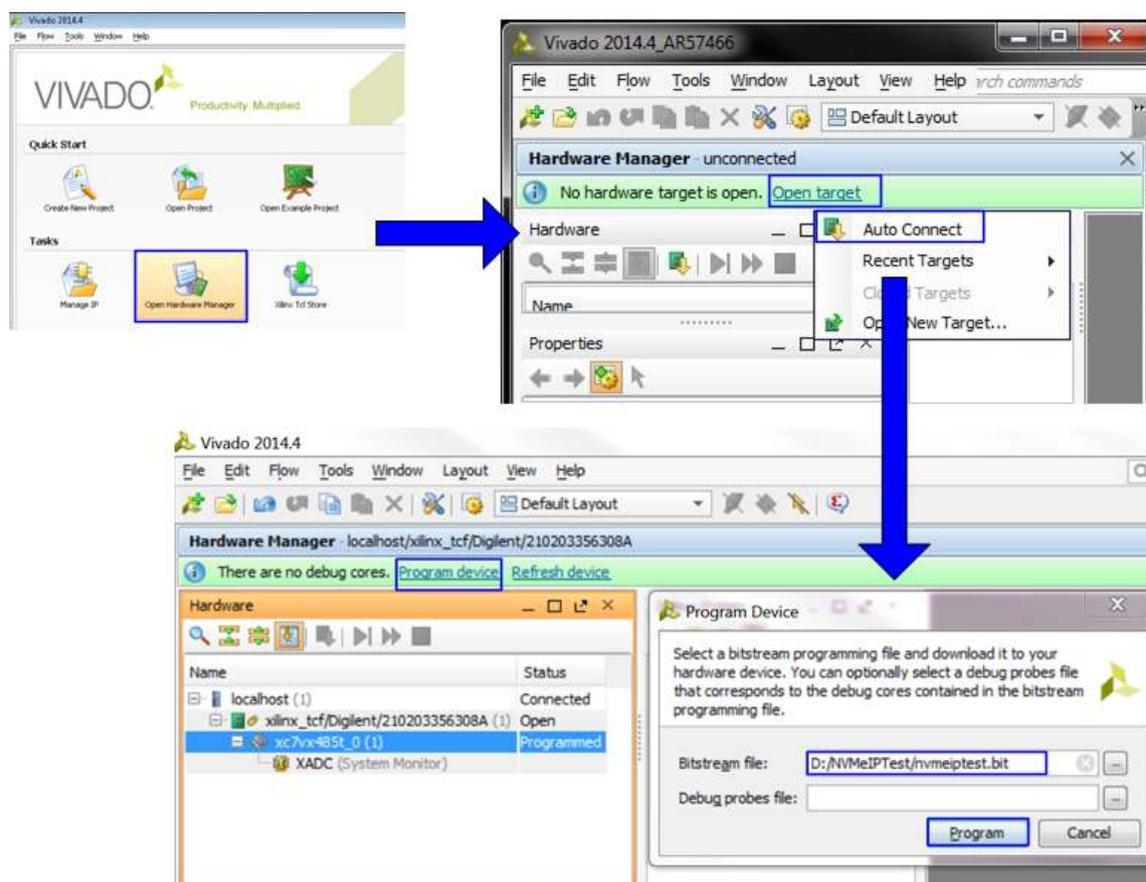

図 2-14: Vivado による FPGA コンフィグレーション
- (c) その他(KCU105/VC707/VC709/KC705)の場合、Vivadoツールを使って図2-14のようにビット・ファイルでFPGAをコンフィグレーションします。